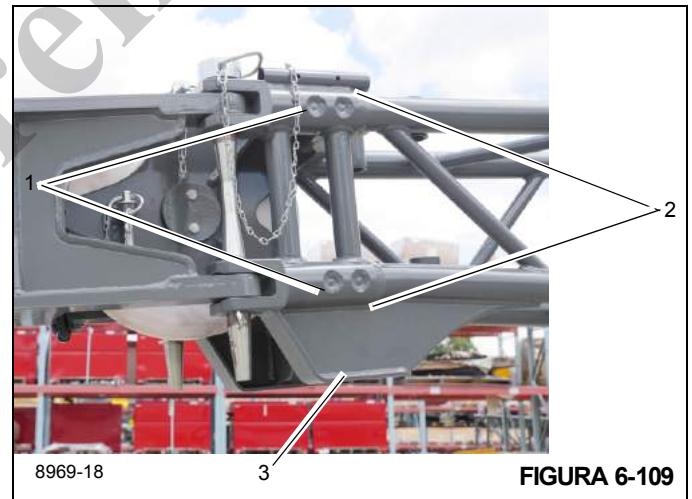

FIGURA 6-109
19. Usando el cable guía gire la extensión de extremo para enganchar los adaptadores de fijación de la extensión de extremo (1, Figura 6-109) en los adaptadores de anclaje de la extensión base (2). Inserte el pasador (3) en los adaptadores y asegúrelo con una pinza de retención.